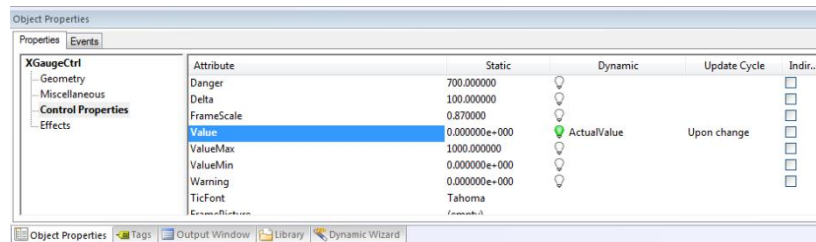

图 3-16
2. 组态量表控件。在画面中添加一个量表控件，在 Properties->XGaugeCtrl->ControlProperties 中，设置 Value 的 Static 值为 0，将 Dynamic 值设为 ActualValue，UpdateCycle 为 Upon change，并将 RangMin、RangMax 和 Delta 属性设为合适的值，如图 3-16 所示。